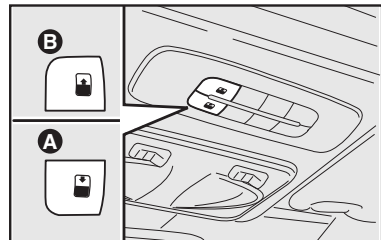

fig. 76
O funcionamento do teto solar apenas ocorre com a chave de ignição na posição **MAR**. Os comandos **A** e **B-fig. 76** próximos da luz interna dianteira comandam as funções de abertura/fechamento do teto solar.
Pressionar o botão **B-fig. 76** e mantê-lo pressionado, o painel de vidro do teto solar ficará na posição “spoiler”. Pressionar novamente o botão **B-fig. 76** e, agindo no comando por mais de meio segundo, se inicia o movimento do vidro do teto, que prossegue automaticamente até o fim de curso. O vidro do teto pode ser bloqueado numa posição intermediária agindo novamente no botão.
A partir da posição de abertura completa, pressionar o botão **A-fig. 76** e, atuando no botão por mais de meio segundo, o vidro dianteiro do teto ficará automaticamente na posição “spoiler”. Pressionar novamente o botão **A-fig. 76** e mantê-lo pressionado até o
- pressionar o botão **A-fig. 76** para fazer com que o teto, a impulsos, se feche totalmente;